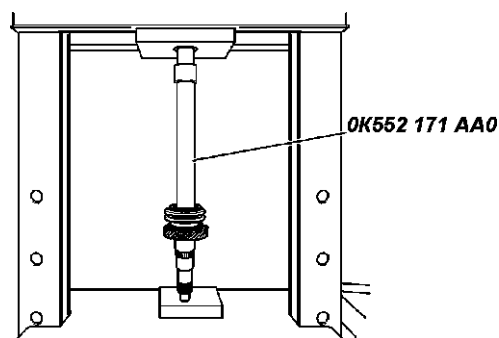

Рис. 6.24. Установка ступицы обоймы синхронизатора 5-ой передачи и заднего хода
3. При помощи приспособления SST (OK552 171 AA0) установите ступицу 40 в сборе, муфту синхронизатора 5 передвчи и заднего хода, как показано на рис. 6.24.